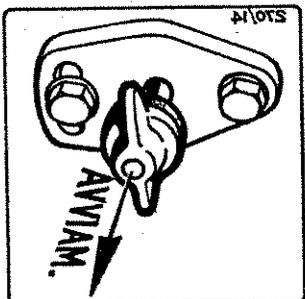

Fig. 5 - AVVIAMENTO
**SUPPLEMENTO COMBUSTIBILE.** - In corrispondenza della forcella di regolazione portata combustibile è sistemata un'astina scorrevole che ne limita la corsa. Mediante una maniglia esterna l'astina può scorrere in fuori per consentire la corsa completa della forcella; ciò serve ad aumentare la portata della pompa iniezione per facilitare l'avviamento. A motore avviato i primi spostamenti della forcella consentono all'astina di rientrare in posizione di marcia. (Fig. 5).
Dare il supplemento combustibile (tirando in fuori la maniglia 8) senza girare, come indicato nella Fig. 5). Contemporaneamente portare il comando acceleratore in una posizione intermedia (leggermente accelerato).
- a) Dare il supplemento combustibile (tirando in fuori la maniglia 8) senza girare, come indicato nella Fig. 5).
- a) Dare il supplemento combustibile (tirando in fuori la maniglia 8) senza girare, come indicato nella fig. 5).